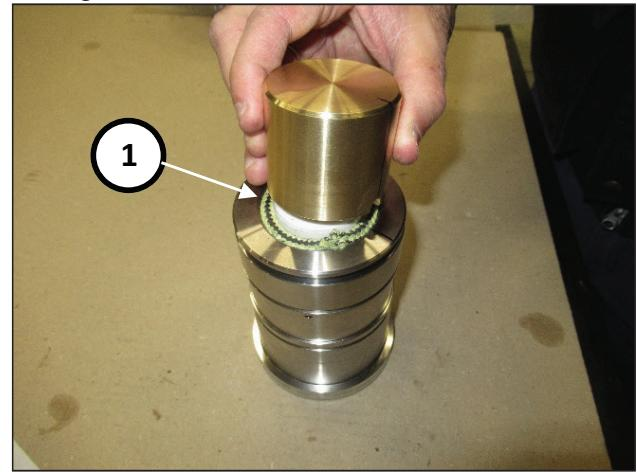

Abb. 181
Drücken Sie mit dem Innendorn des Werkzeugs Art. 27945400 die Ringe in ihren Sitz (Pos. ①, Abb. 181).